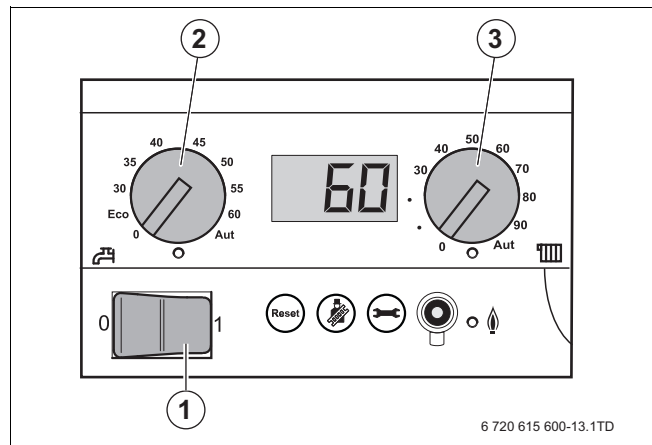

Fig. 43 Panoul de comandă de la nivelul controlerului de bază
- ▶ Reglați întrerupătorul principal de la nivelul panoului de comandă în poziția „1” (Por) (→ fig. 43, [1], pagina 28).
- ▶ Setați întrerupătorul principal (→ fig. 43, [1], pagina 28) la nivelul panoului de comandă al controlerului de bază la „0”.
- ▶ Setați întrerupătorul principal (→ fig. 43, [1], pagina 28) de la nivelul panoului de comandă la „1”.